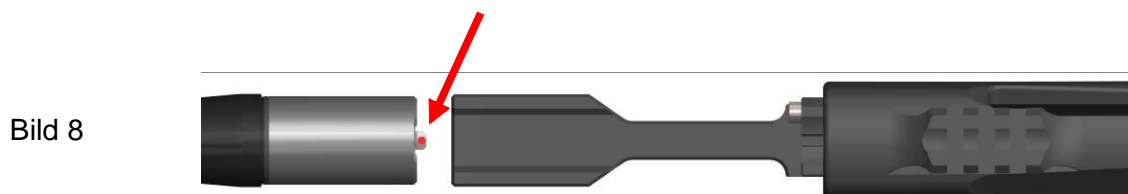

Bild 8
(6) Wechsellauf ohne Verschlusskopf (innerhalb der Kalibergruppe) einsetzen, dabei auf richtige Laufpositionierung achten. (Bild 8) Roter Punkt auf Arretiernase muss nach oben zeigen.